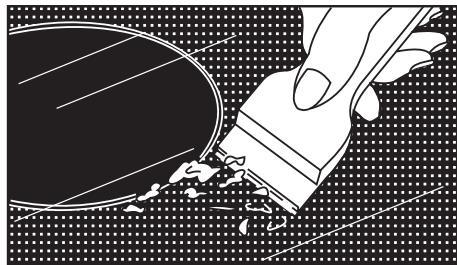

Рис. 19
- Если случайно изделие из алюминиевой фольги или пласти массы расплавится на поверхности стеклокерамического стола или к нему прикипит сахар – их следует немедленно удалить с помощью скребка, входящего в комплект плиты (рис.19).